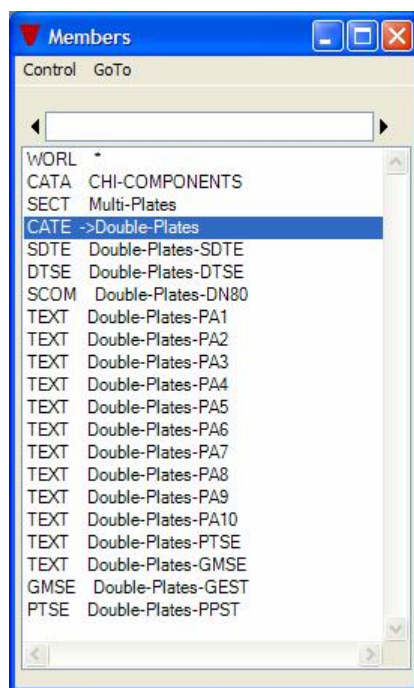

图 2 双联复板数据结构
a) 首先进入 AVEVA Marine 的部件库定义模块 Paragon，创建一个 SECTION 用来存放多联复板，命名为 Multi-Plates，再创建一个 CATE 命名为 Double-Plates，创建后的 Paragon 中的数据结构如图 2 所示：